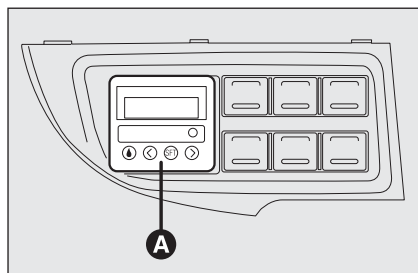

fig. 54
- ☐ un temporisateur numérique **A-fig. 54** d'allumage manuel du réchauffeur ou de programmation de l'heure d'allumage.